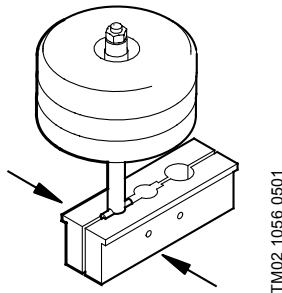

Рис.3
3. Вставить палец поз. 10 в отверстие вала, а комплект камер установить в приспособление поз. А, смотрите Рис.3. Зажать тиски.